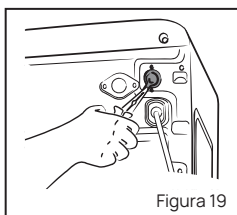

Figura 19
- Saque el filtro con una pinza de punta plana y límpielo. Ver figura 19.